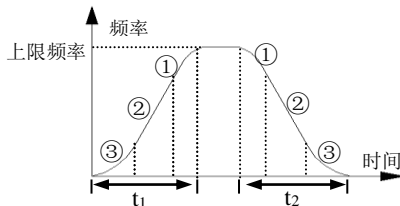

图 6-5 S 曲线加减速
**1：S 曲线加减速方式。**输出频率按照 S 形曲线递增或递减，如图 6-5 所示。
S 曲线起始段时间如图 6-5 中③所示，输出频率变化的斜率从 0 逐渐递增。
S 曲线上升段时间如图 6-5 中②所示，输出频率变化的斜率恒定。
S 曲线结束段时间如图 6-5 中①所示，输出频率变化的斜率逐渐递减到 0。